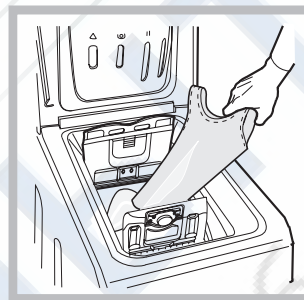

рис. 3
- C) ЗАГРУЗКА СТИРАЛЬНОЙ МАШИНЫ (рис. 3).**